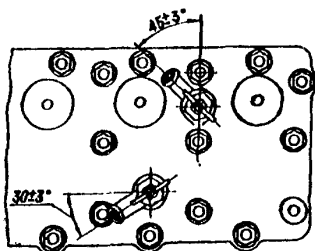

Рис. 5.27. Установка запорных краников двигателей ГАЗ-52-07 и ГАЗ-52-08
1) поставить прокладку головки цилиндров I2-I003020-B и головку цилиндров 52-07-I003015, предварительно поставив свечи Г-53-07-3707010, краники отбора воды из головки цилиндров, установка которых показана на рис.5.27, датчик температуры воды;